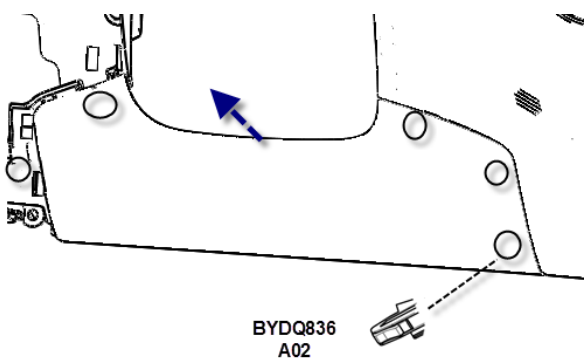

图 1.5.17 主驾 KAB 盖板总成
- (1) 拆卸前应先了解仪表板下本体结构及各紧固元件位置（见图 1.5.17）
- (2) 用十字螺丝刀将两个十字槽凹穴六角头自攻螺钉(Q2756319F31A+Q42263)拆卸下来，用六角套筒（10 号）将 15 个六角头螺栓(Q150B0620T1F3A+Q40206)拆卸下来。
- (3) 确认与线束连接全部断开后，即可沿 X